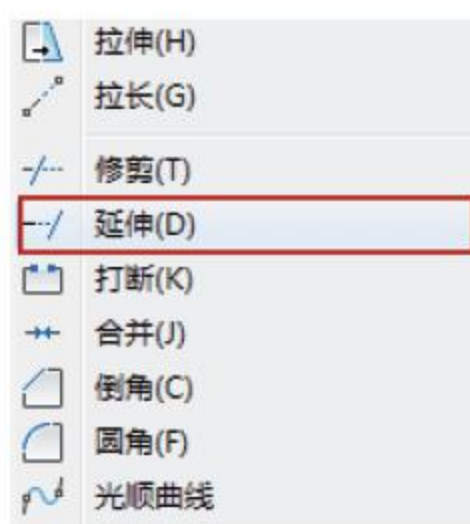

图4-96 选择命令
- 菜单栏: 选择菜单【修改】|【延伸】命令,如图4-96所示。